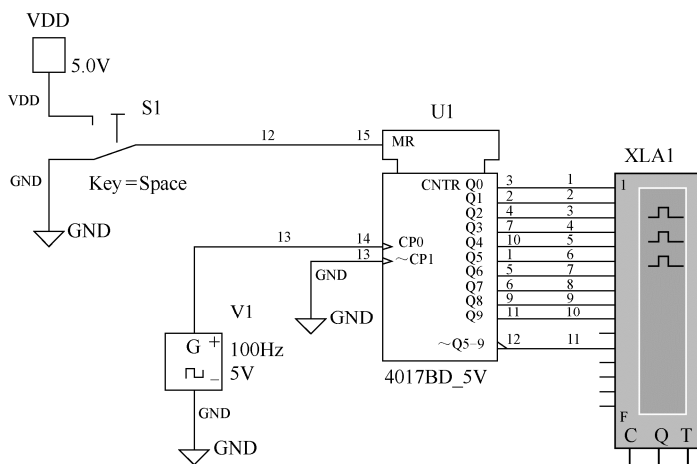

图 4.6.7 添加逻辑分析仪
(2) 连接逻辑分析仪和电路。将逻辑分析仪的 11 个输入端子分别与 4017 的输出端 Q0~Q9、进位端 ~O5-9 相连, 如图 4.6.7 所示。